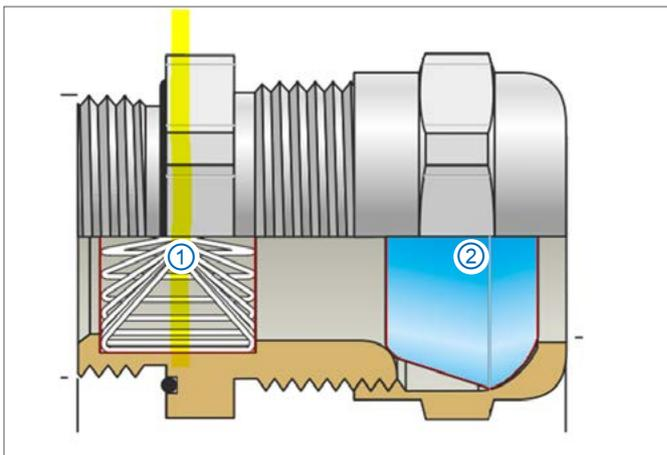

Abb. 7-1: PG Verschraubung (Längsschnitt)
Der Federring ① befindet sich exakt auf Höhe des Dichteinsatzes ② im Anschlussgewinde der PG Verschraubung (Abb. 7-1). Um einen guten Kontakt zwischen Kabelschirm und Federring in der PG Verschraubung zu gewährleisten, muss das Kabel sorgfältig konfektioniert werden.